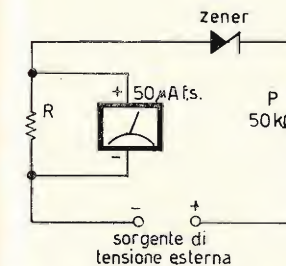

figura 7
8) Regolazione della corrente di zener: si realizza il montaggio della figura 7, alimentata dall'esterno attraverso una sorgente ausiliaria di tensione. La corrente attraverso il diodo è regolabile da quasi 0 a circa 10 mA a mezzo di un potenziometro da 50 k $\Omega$ .